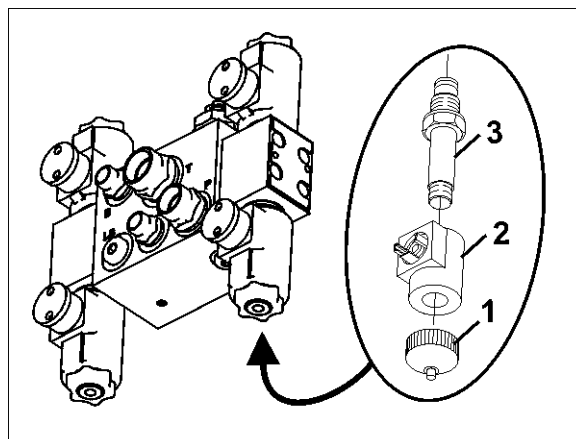

Fig. 150
1. Desaparafusar a capa magnética (Fig. 150/1).
2. Retirar a bobina magnética (Fig. 150/2).
3. Desenroscar a haste da válvula (Fig. 150/3) com os assentos da válvula e limpar com ar comprimido ou óleo hidráulico.